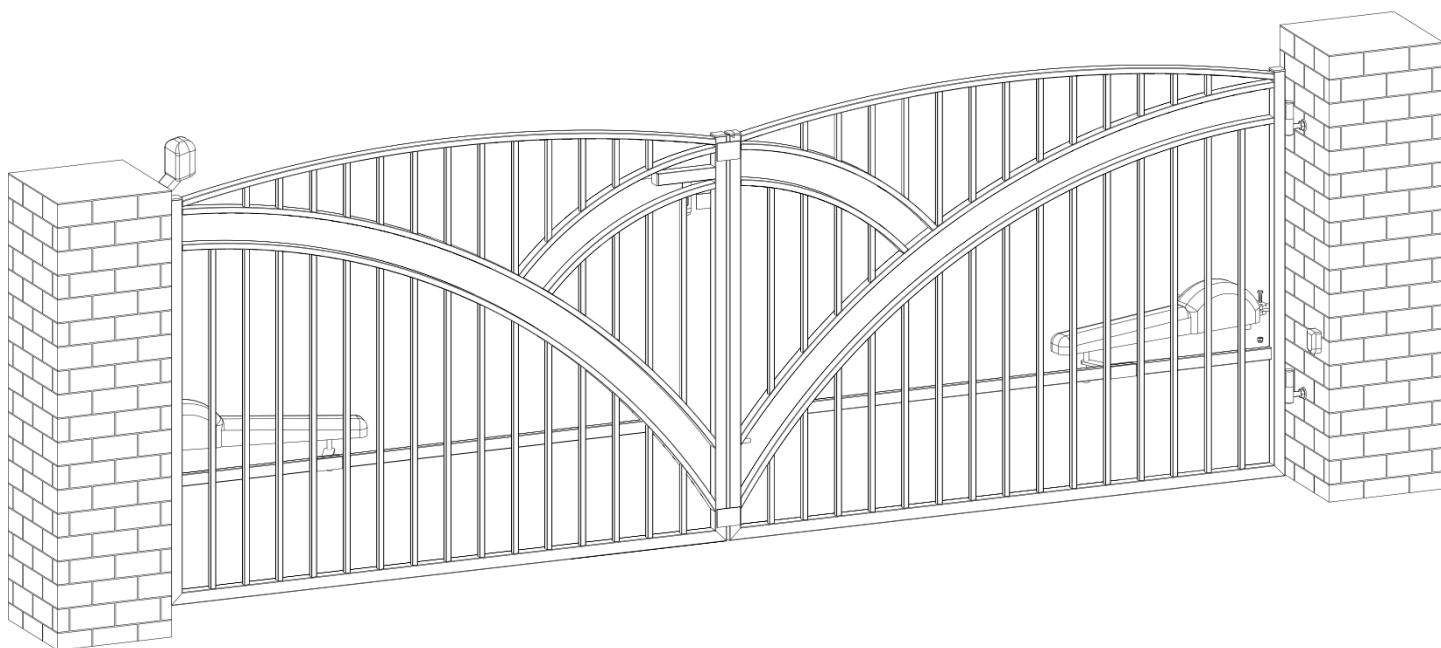

Rys. 15
18. Po zainstalowaniu ograniczników krańcowych, montujemy siłowniki. W tym celu zakładamy siłownik na uchwyt na słupie, po czym przykręcamy go śrubą M10x50 z nakrętką samohamowną. Poz.1 - Rys. 15.
Trzpień siłownika mocujemy wkładając go w otwór uchwytu uprzednio przykręconego do skrzydła, a następnie dokręcamy nakrętką, poz. 2 – Rys. 15. **W tym przypadku również należy wykazać się wycuciem.**